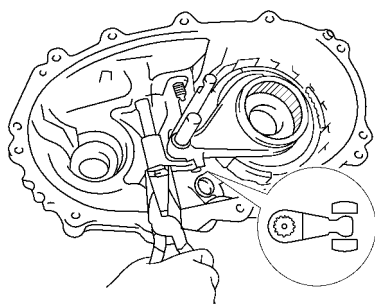

图 12-36 用钳子装入 E 形密封圈
2) 使高、低换挡叉的槽口与内换挡杆顶部对准, 使用钳子装入 E 形密封圈, 如图 12-36 所示。